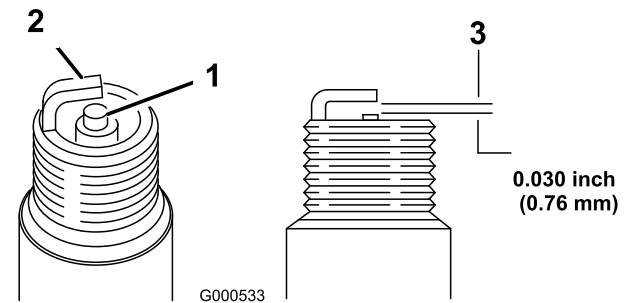

Figura 49
2. Compruebe la separación entre los electrodos central y lateral (Figura 49) y doble el electrodo lateral si la separación no es correcta.
1. Mire la parte central de las bujías (Figura 49).